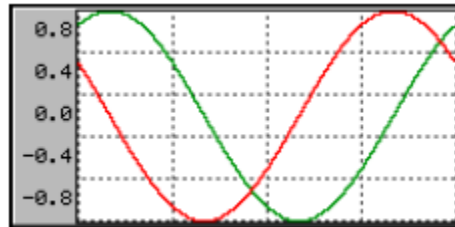
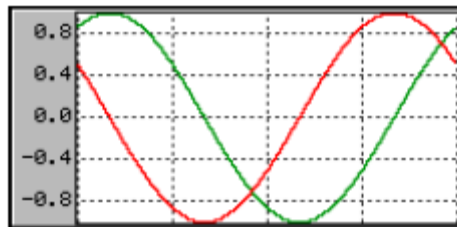

Figura 23: Prima di chiamare la funzione GRAPH_SetGridOffY
Figura 24: Dopo aver chiamato la funzione GRAPH_SetGridOffY l'offset cambia valore
- Descrizione: funzione che aggiunge un offset alle griglie orizzontali (**Figura 23** e **Figura 24**).